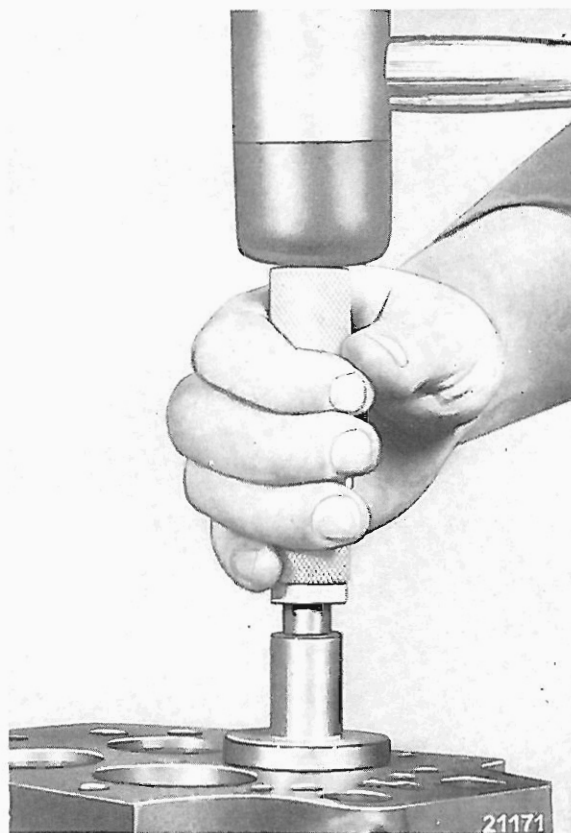

Bild 01-2/2
5. Neue Ventilführungen mit graphitiertem Öl bestreichen und mit Swkzg. 326 589 00 15 00 und der dazugehörigen Abstandsbuchse eintreiben (siehe Bild 01-2/2).